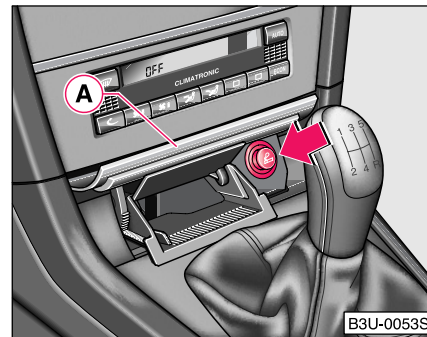

Fig. 83 Consola centrală: Bricheta
- Apăsați partea inferioară a capacului scrumierei - vezi poziția **A** ⇒ Fig. 83.